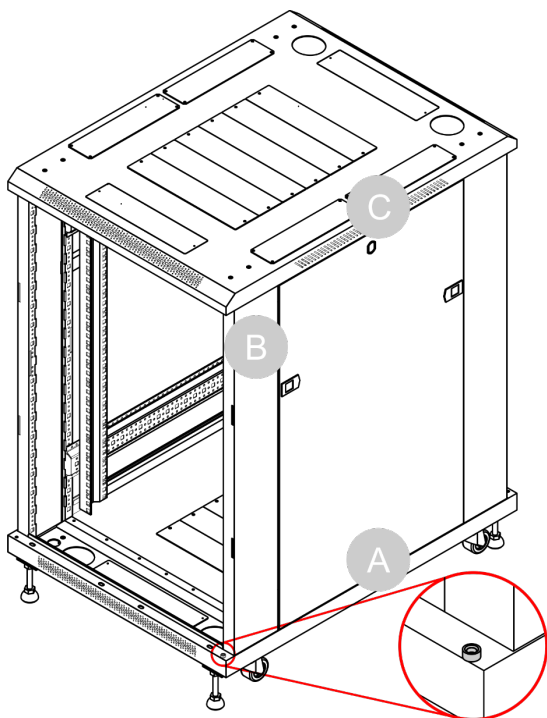

Fig. 39
- 23) Collocare l'**anello (P)** sopra il foro della **piastra inferiore (A)**, come mostrato nella Fig. 39.